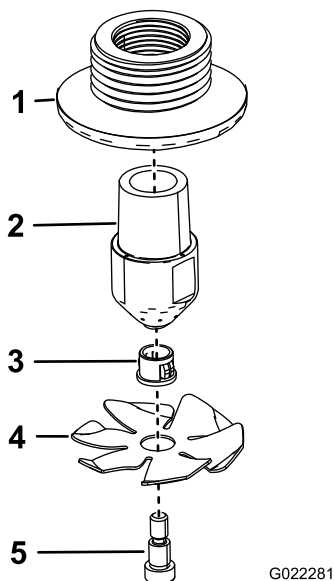

Figura 17
1. Instale os dois bicos de lavagem como se mostra na Figura 17.